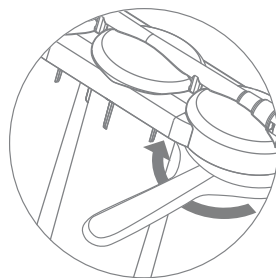
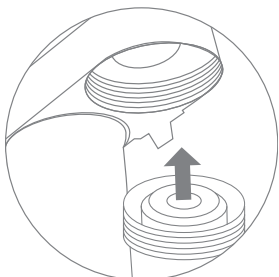
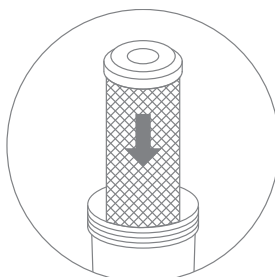
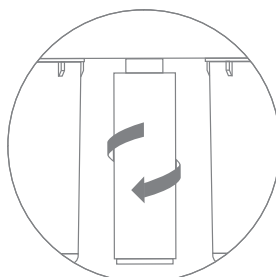

Рис. 15
Рис. 16
Рис. 17
Рис. 18
2. При помощи ключа открутите по очереди каждый корпус картриджа (рис. 15), затем поменяйте соответствующий картридж (рис. 16), (рис. 17). При замене картриджа Арагон выкрутите его из резьбовой вставки (рис. 18) (наличие вставки зависит от модификации фильтра) или свободно извлеките картридж из корпуса (рис. 16). Новый картридж закрутите в резьбовую вставку или свободно установите в корпус^[1].
1. Открутите корпус с картриджем Арагон ключом, входящим в комплект поставки, и открутите картридж из резьбовой вставки (рис. 18) или свободно извлеките его из колбы (рис. 16).